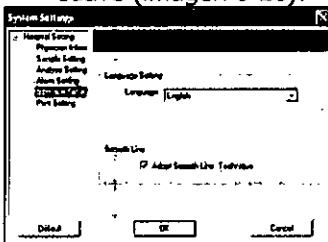

Imagen 6-26
- ◆ En la "Configuración de interfaz" se incluye la configuración del idioma y la configuración de línea suave (imagen 6-26):